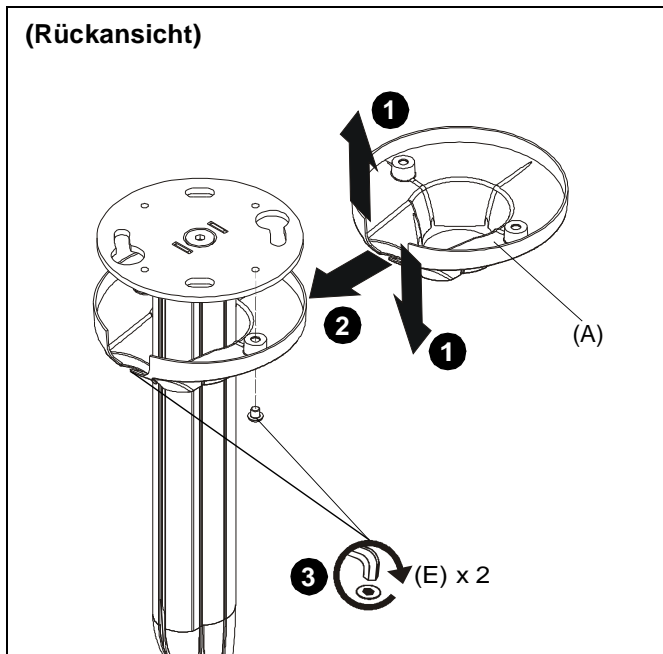

Abb. 16
1. Bewegen Sie die Deckenplattenabdeckung (A) so, dass sie die Ausziehsäule umschließen kann. (Siehe Abb. 16)
2. Hüllen Sie die Deckenplattenabdeckung (A) um die Ausziehsäule. (Siehe Abb. 16)
3. Verwenden Sie zwei M6 x 6-mm (7/32")-Halbrundkopfschrauben (E) um die Deckenplattenabdeckung (A) an der CPA116-Platte zu fixieren. (Siehe Abb. 16)